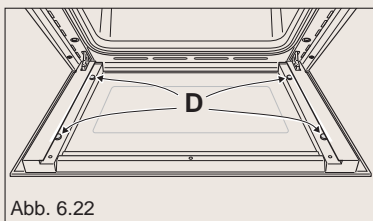

Abb. 6.22
Um Bruchschäden oder ein Verrutschen der vier Gummiauflagen "D" zu vermeiden, empfiehlt es sich, diese beim Entfernen des Glases mit einem Finger in Position zu halten (Abb. 6.22).
- * Achten Sie auf die korrekte Position der vier Abstandshalter aus Gummi ("D" in Abb. 6.22).